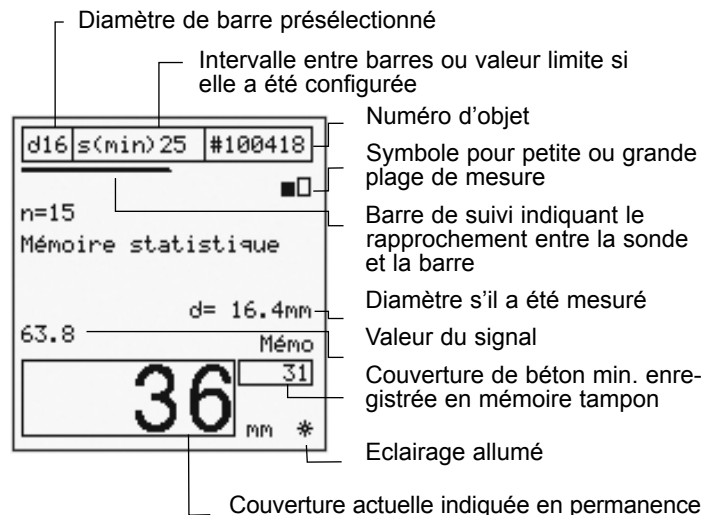

Fig. 5.1 Page affichée «Statistique»
La page concernant l'objet dans lequel la dernière mesure a eu lieu est alors affichée (Fig. 5.1, Fig. 5.7 et Fig. 5.13).
- Si une correction est nécessaire, saisir l'intervalle entre barres à l'élément de menu «Corr. fer voisin». La valeur limite définie n'est dans ce cas pas affichée (voir Fig. 5.1).